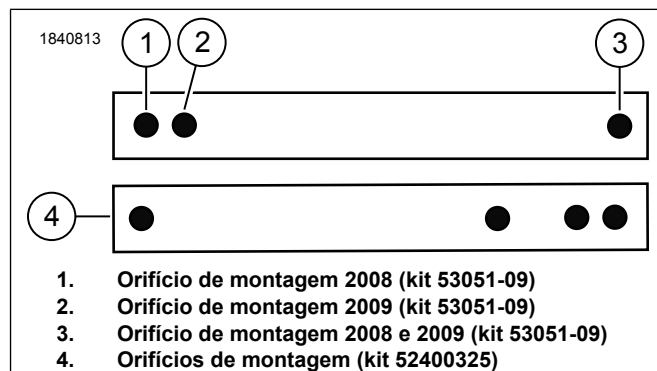

Figura 6. Tira de apoio
1. Ver a Figura 6. Instale a correia de apoio (2) nos pinos.
- a. Fixe a correia de apoio nos (F) com as porcas (E). Aperte.
- a. Ver a Figura 6. Utilize os orifícios de montagem da correia de apoio.